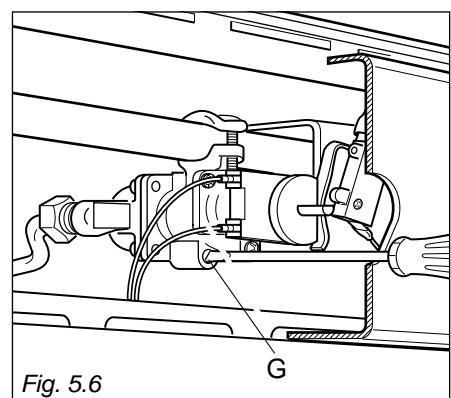

Fig. 5.6
- Regule lentamente os parafusos do bypass G (fig. 5.6) até obter uma chama longa de 3-4 mm.